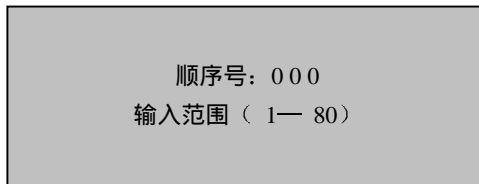

图 3-22
- 2) 按“小计”确认，进入签单客户顺序号输入状态，如图 3-22 所示；